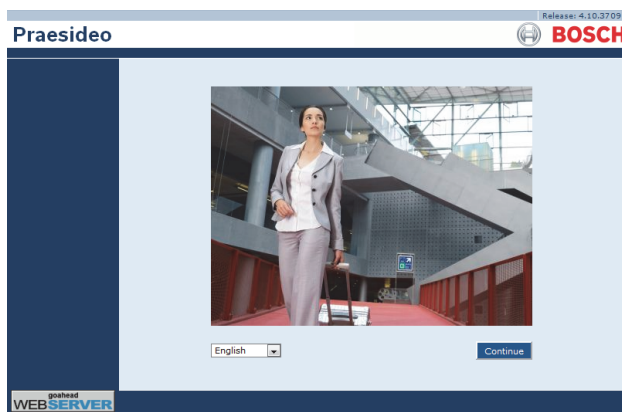

abbildung 41.1: Homepage der webbasierten Praesideo-Benutzeroberfläche
- 2 Geben Sie die IP-Adresse des Netzwerkcontrollers in der Adressleiste ein. Es erscheint ein Bildschirm, der dem in abbildung 41.1 ähnelt.
Klicken Sie auf die Schaltfläche *OK*. Es wird ein Bildschirm angezeigt, der ähnlich wie in abbildung 41.1 gezeigt aussieht. Der Anmeldevorgang für die Offline-Version der webbasierten Benutzeroberfläche funktioniert analog zur Online-Version.